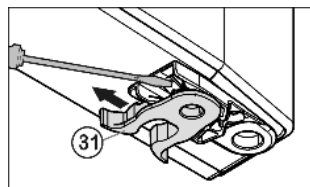

Fig. 11
- ▶ Federklemme *Fig. 11 (31)* umsetzen: Rastnase runterdrücken, Federklemme darüber hinweg abziehen.